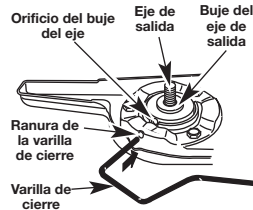

Fig. 8
1. Alinee el orificio del buje del eje con la ranura de la varilla de cierre e inserte la varilla de cierre en el orificio del buje del eje (Fig. 8).
6. Alinee el orificio del buje del eje con la ranura de la varilla de cierre e inserte la varilla de cierre en el orificio del buje (Fig. 8).
1. Alinee el orificio del buje del eje con la ranura de la varilla de cierre e inserte la varilla de cierre en el orificio del buje (Fig. 8).
5. Alinee el orificio del buje del eje con la ranura de la varilla de cierre e inserte la varilla de cierre en el orificio del buje del eje (Fig. 8). Coloque el retén de la cuchilla en el eje de salida con la superficie plana contra el buje del eje de salida según se ilustra en la Fig. 15. Enrosque el accesorio de corte en sentido antihorario en el eje de salida. Ajuste bien.
2. Coloque el pico del recipiente de gasolina en el orificio de llenado del tanque de gasolina (Fig. 8) y llene el tanque.